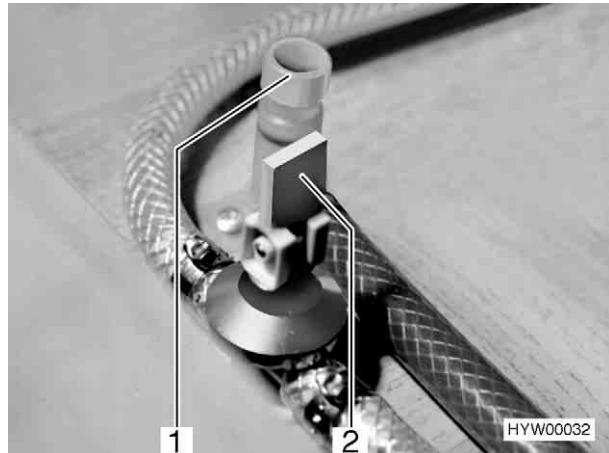

Fig. 105 Rubinetto di scarico (pacchetto autar-chico)
- Chiudere il rubinetto di scarico per il boiler. Posizionare orizzontalmente la leva d'inclinazione (Fig. 105,2).
- Chiudere il rubinetto di scarico per l'acqua fredda. Ruotare il cappelletto di valvola (Fig. 105,1) in senso orario. L'ubicazione dei rubinetti di scarico è riportata nella tabella "Posizione dei rubinetti di scarico" alla fine del presente capitolo.